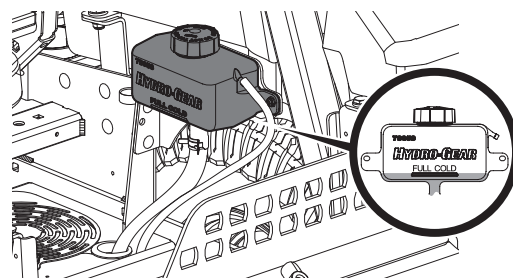

Figure 44
2. Tournez le bouchon du réservoir dans le sens antihoraire pour le retirer, puis vérifiez le niveau d'huile dans le réservoir. L'huile doit être visible au fond de la coupelle, mais le niveau d'huile ne doit PAS être supérieur à la ligne « FULL COLD » (Figure 44). NE REMPLISSEZ PAS LE RÉSERVOIR.